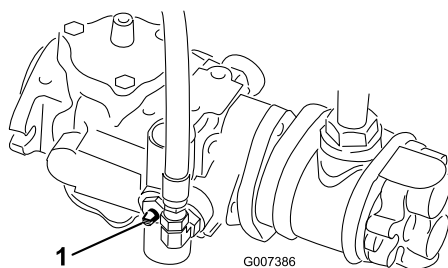

図 35
1. 油圧ポンプについているバイパスバルブ（図 35）の溝が「縦」になるようにバルブを回転させる。
2. エンジンを開始する時には、必ずバイパスバルブ（図 35）を閉じる（溝が横向きになる）。バルブを開けたままでエンジンを掛けないこと。